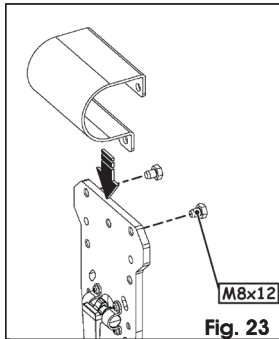

Fig. 23
1. Ensamble el plato porta-barra, Fig. 23 ref. ①, con el bolsillo correspondiente a la barra elegida, Fig. 23 ref. ②, utilizando sólo los dos tornillos posteriores.